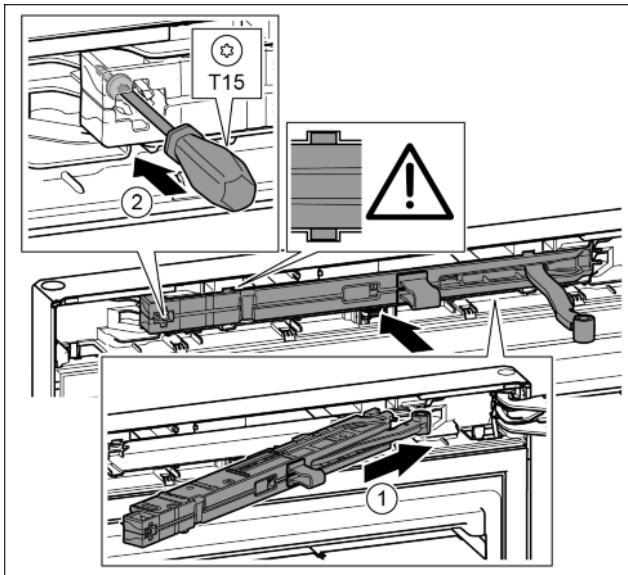

Fig. 40
- ▶ Jednotku tlumiče zavírání na straně stojanu ložiska zasuňte až na doraz šikmo do výklenku. Fig. 40 (1)
- ▶ Šroubovákem T15 pevně utáhněte šroub. Fig. 40 (2)